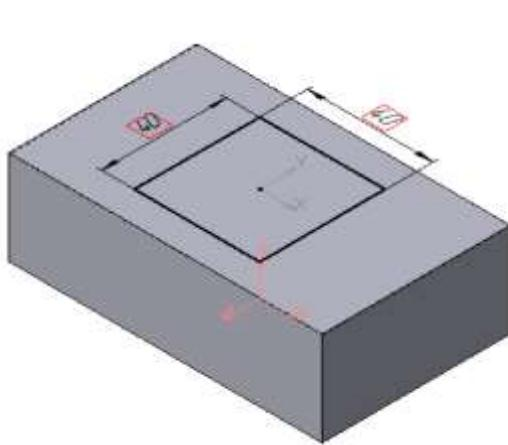
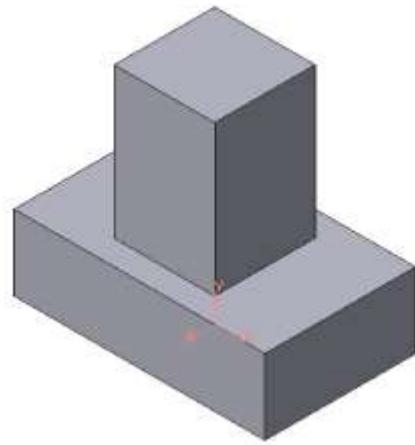

Рисунок 16.3 – Эскиз призмы
Рисунок 16.4 – Операция
3. Для построения верхнего элемента детали – четырехгранной призмы на верхней плоскости основания вычертите эскиз – квадрат со сторонами 40 мм (рисунок 16.3) и приклейте призму выдавливанием на 50 мм (рисунок 16.4).